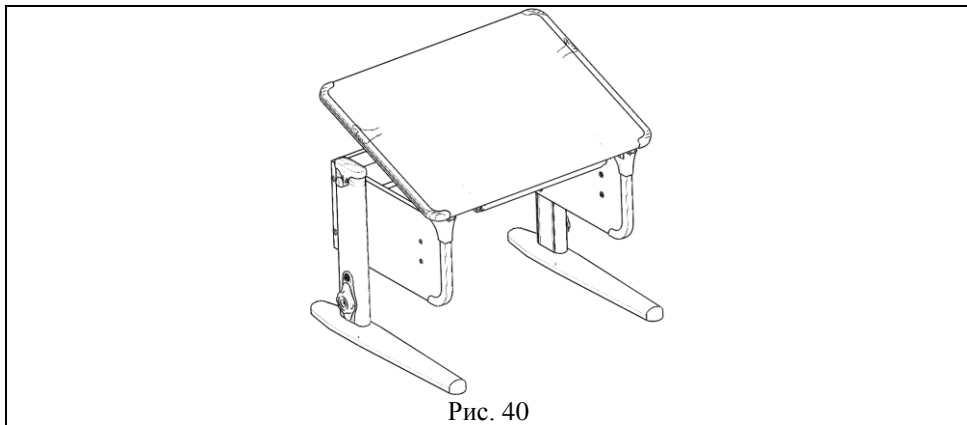

Рис. 40
6.5.1. Приподнять столешницу (держась за дальний левый или правый угол столешницы) на нужный угол наклона. (См. рис. 40)